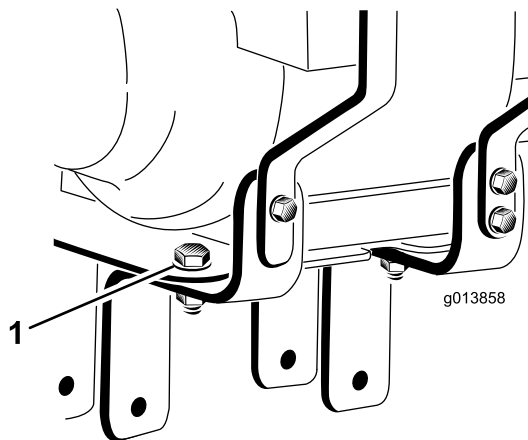

Figure 3
3. Desserrez, mais n'enlevez pas, les 2 boulons et écrous qui fixent les supports du moteur à la plaque de montage du moteur (Figure 3).